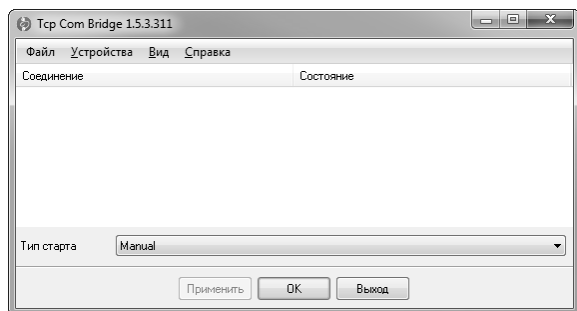

Рисунок 27 – Окно программы «TCP COM Bridge»
3.5.13.34 Окно программы «TCP COM Bridge» выглядит следующим образом (рисунок 27).